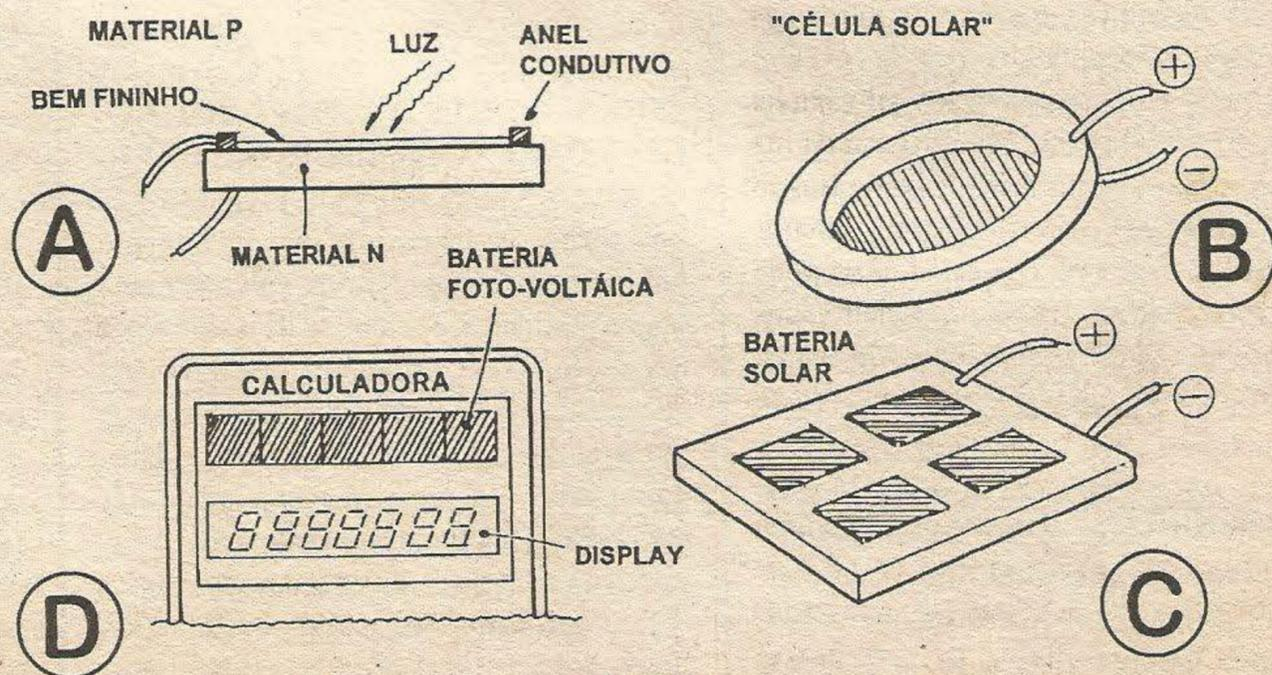

Fig. 6
**- FIG. 6 - OS "GERADORES" FOTOVOLTAICOS, NA PRÁTICA...** - Um dos maiores problemas práticos e técnicos com os quais os fabricantes de componentes detetores ou "geradores" fotovoltaicos se defrontam, é que a eficiência das células solares depende, diretamente (em termos de corrente capaz de fornecer - e também da tensão máxima estabelecida na barreira de potencial...), da *quantidade* de luz que atinge a junção semicondutora... Um problema inerente ao já citado é que a própria *área* da junção (região de deplexão...) resulta também em maior ou menor rendimento (na medida em que a tal área seja maior ou menor...). É aí que acontece o *porém*: os materiais semicondutores utilizados ) após as *dopagens*, para compor a pastilha (silício, germânio, selênio,